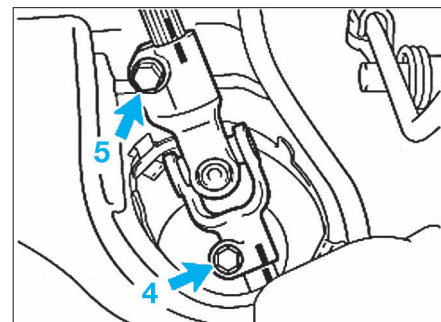

FIG. 10
- Effectuer les repères d'alignement sur l'arbre intermédiaire de la colonne de direction et le boîtier pignon de boîtier de direction (fig. 10).
- Déposer la vis (4) et desserrer la vis (5).
- Effectuer les repère d'alignement (fig. 10).